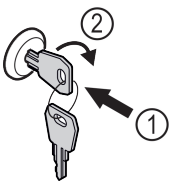

Fig. 191
- ▶ Paina avain lukkoon Fig. 191 (1).
- ▶ Kierrä avainta 90° myötäpäivään Fig. 191 (2).